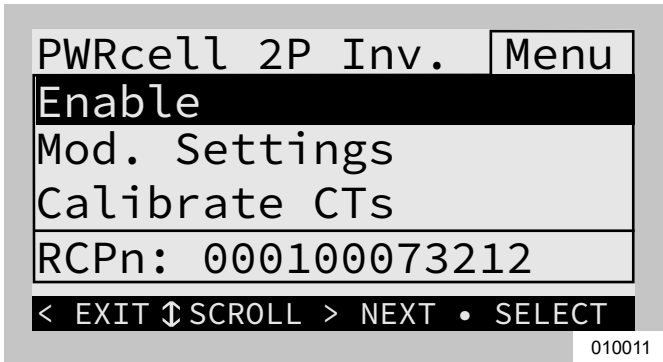

Figura 6-8. Activación del inversor (2 de 4)
- Consulte la Figura 6-8. Resalte Enable (Activar) y presione el botón central.